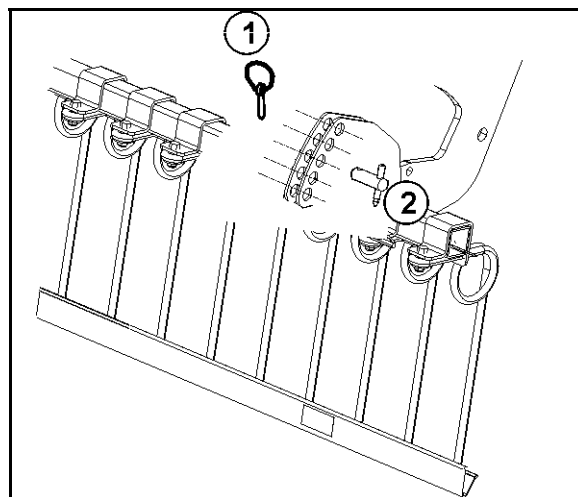

Fig. 31
Centaur kan udstyres med strigler bagude (Fig. 31), der så anvendes som ekstra bearbejdningseenheder.
2. Løsn klapsplitten (Fig. 31/1).
3. Sæt indstillingsbolten (Fig. 31/2) i den ønskede position.